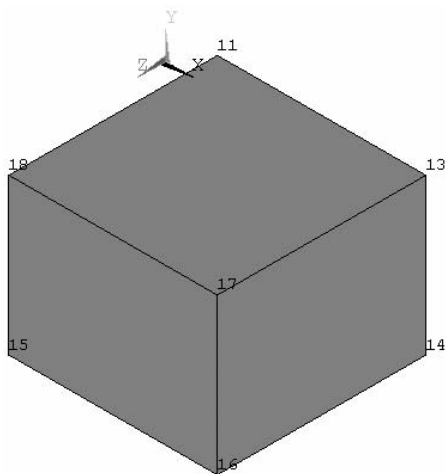
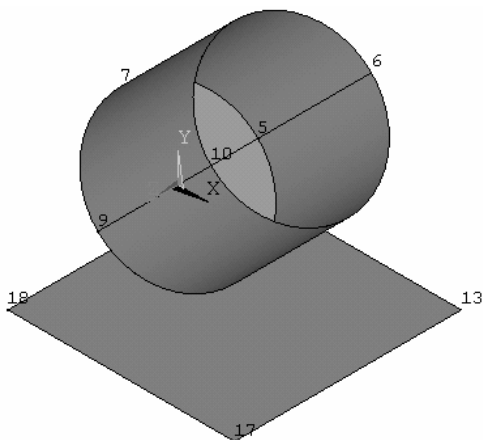

图 3-136 出现六面体
图 3-137 金属杯和板的模型
(13) 单击视图工具条上的“Isometric View”按钮，将视图变为轴测图。
(14) 依次选择 Main Menu>Preprocessor>Modeling>Operate>Booleans>Glue>Areas，弹出“Glue Areas”窗口，单击“Pick All”按钮，将所有的面胶结在一起（其实，执行胶结命令前，杯的底面和侧面已经连为一体，因此不执行这里的胶结命令也行。以后，当不能确定各物体是否连在一起时，为了保险起见最好执行一下胶结命令）。
(15) 依次选择 Main Menu>Preprocessor>Modeling>Create>Volumes>Block>By Dimensions，弹出“Create Block by Dimensions”窗口。在“X-coordinates”后输入“-0.05”、“0.15”；在“Y-coordinates”后输入“-0.07”、“-0.22”；在“Z-coordinates”后输入“-0.1”、“0.1”。然后单击“OK”按钮，六面体出现，同时金属杯的面消失了（见图 3-136）。
(16) 依次选择 Main Menu>Preprocessor>Modeling>Delete>Volumes Only，弹出“Delete Vol...”窗口。单击选中六面体，然后单击“OK”按钮，体被删除。执行 Utility Menu>Plot>Areas，金属杯的面与六面体的面都出现。
(17) 依次选择 Main Menu>Preprocessor>Modeling>Delete>Areas and Below，弹出“Delete Are...”窗口，单击选中六面体的底面和四个侧面，然后单击“OK”按钮，得到我们想要的模型（见图 3-137）。